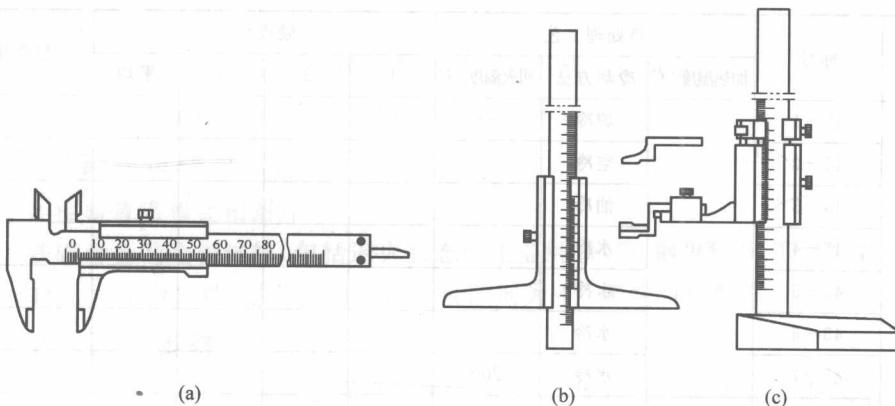

图 1.1 常见游标尺
1. 读数部分由主尺和游标组成,如图 1.1 所示。利用主尺刻线间距与游标刻线间距差来进行小数读数。通常,主尺上刻有间距为 1 mm 的刻线。主尺间距 49 格刻线宽度与游标 50 格刻线宽度相等,两者刻线间距差为 0.02 mm,即游标分度值为 0.02 mm(游标分度值可分为 0.1 mm、0.05 mm、0.02 mm)。